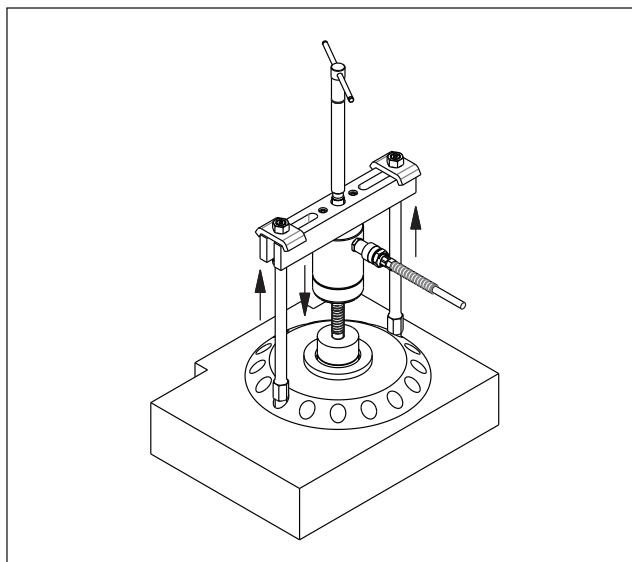

図10: クロスベアリングプーラー (一般的)
- ベアリング、プーリーまたはその他の取り外すアイテムにプーラーを取り付けます。プーラーのレッグを調整します。図10を参照してください。